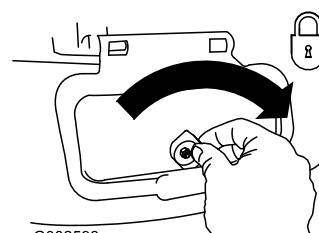

Bild 30
**Wichtig:** Verriegeln Sie die Seitauswurfklappe nach dem Schließen (Bild 30).